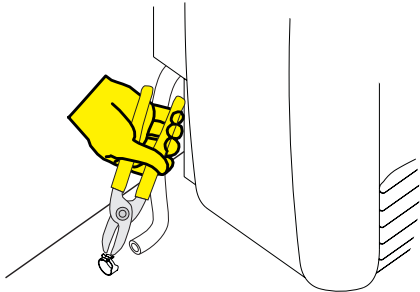

Figure 2
- Utiliser une pince pour ouvrir un collier de serrage 1/2 po et le glisser au-dessus de l'extrémité du tuyau de drainage de l'appareil de chauffage mural. S'assurer de déplacer le collier de serrage suffisamment loin sur le tuyau pour lui permettre de glisser complètement au-dessus de l'extrémité du raccord cannelé dans le bas de la pompe à condensat. **Voir Figure 2.**